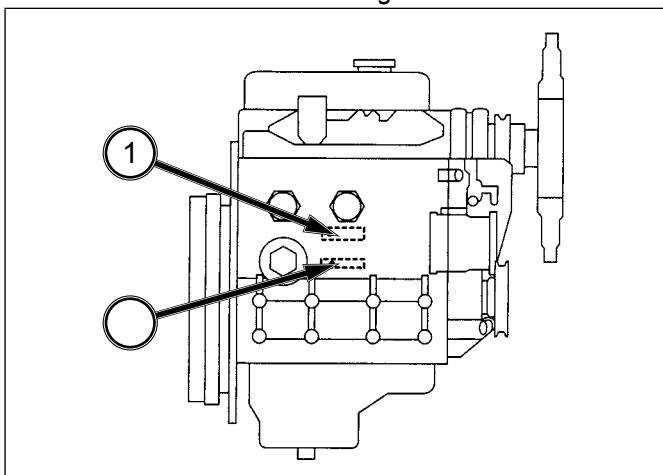

FIG. 2-4
NUMÉRO DE SÉRIE DU MOTEUR (Fig. 2-4 (1))
NUMÉRO DE SÉRIE DU MOTEUR Fig. 2-4 (2))